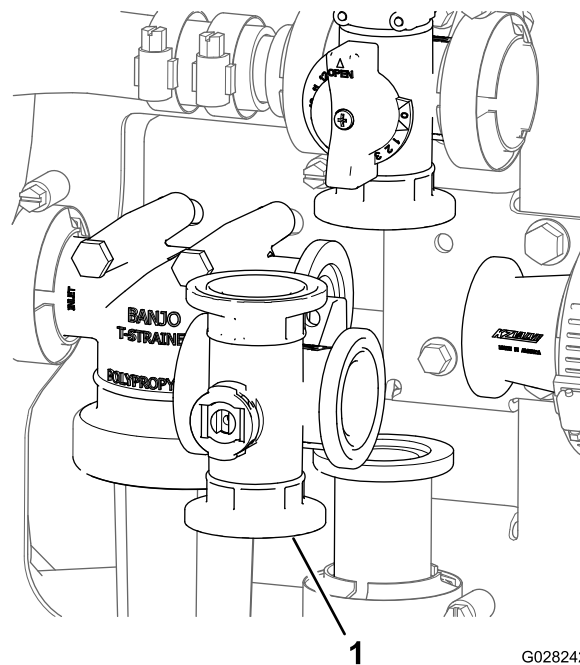

Bild 113
2. Nehmen Sie den Rührwerkventil-Verteiler von der Maschine ab (**Bild 113**).